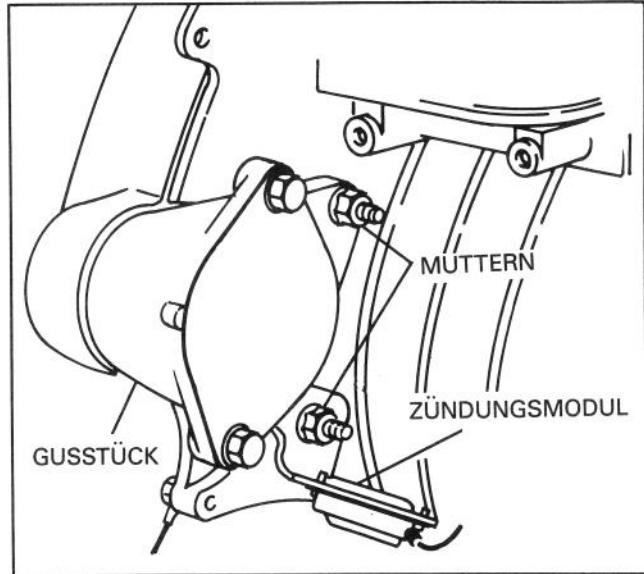

Abbildung 2
- Bei manchen Modellen ist ein zusätzliches Gußstück an der Stelle zur Starterbefestigung eingebaut. Dieses Gußstück muß entfernt werden, bevor der Starter installiert werden kann (Abb. 2). Die beiden M8-Bundmuttern und Zündungsmodulhalterung abnehmen, Gußstück zur Seite schieben und wegwerfen. Modul von der Halterung abnehmen und aufbewahren; Halterung wegwerfen (Abb. 2).